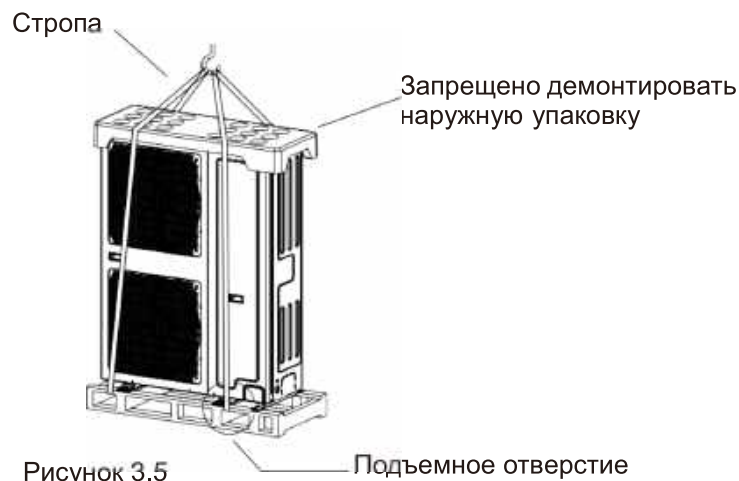

Рисунок 3.5
- 2) Перед подъемом наружного блока необходимо определить центр тяжести для правильной строповки, чтобы избежать проскальзывания и падения. Центр тяжести не находится в центре, угол строповки не должен превышать 30°. При строповке и подъеме следует соблюдать осторожность. См. рисунок 3.5.